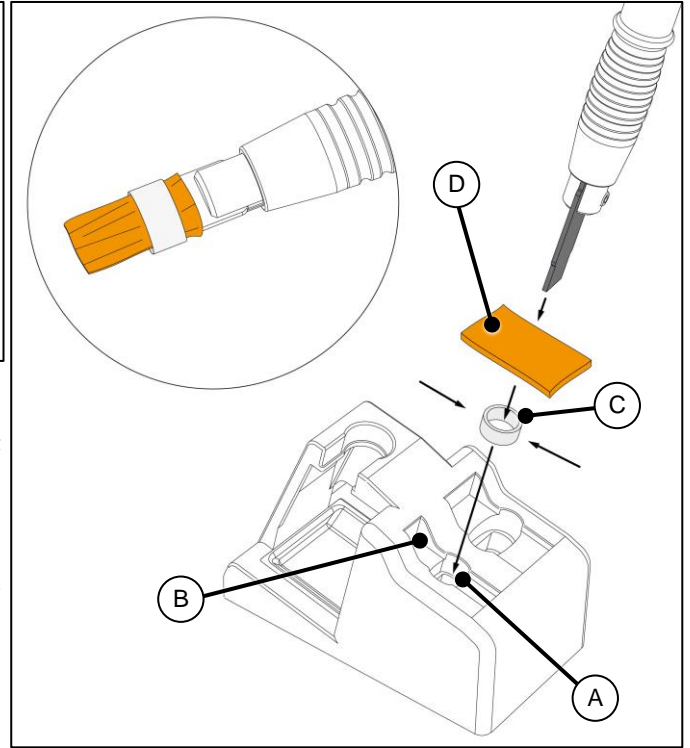

図 2
2. トーチホルダー(A)にオーリング(C)を(B)にロールボンド(D)をそれぞれセットしてください。(図 2)
3. トーチグリップを押し込み、ロールボンドとオーリングを電極にセットしてください。(図 2)